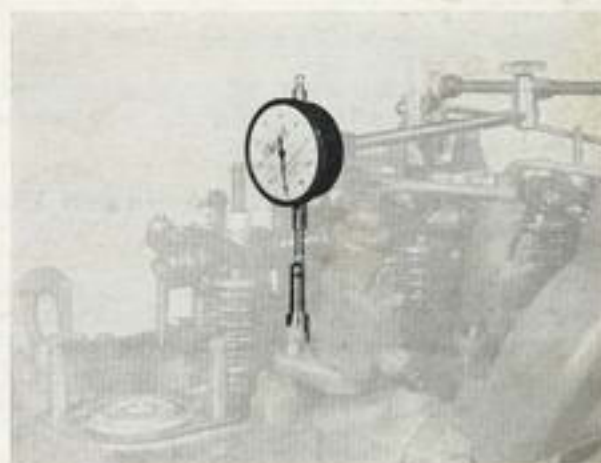

Fig. 8
- Monter un comparateur sur la queue de soupape comme l'indique la figure 8. Auparavant, bien faire porter la soupape sur le fond du piston.